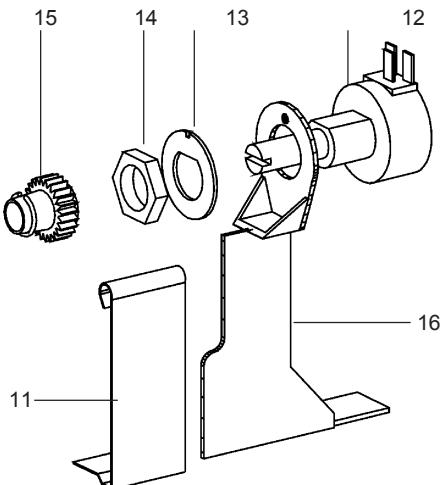

Рис. 5
Теперь вставьте пружинную пластину (11) как показано на рис. 5. Подключите провода к потенциометру, согласуясь с п. 2.7.6.